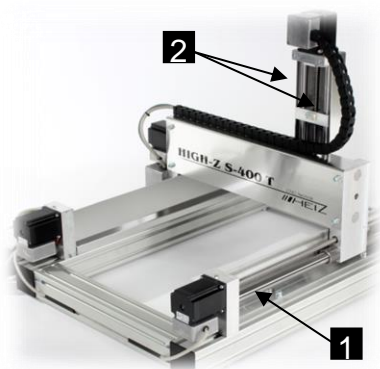

Abb. 28: Linearführungen der X- und Z-Achse
- 2 Linearführungen der X-Achse (Abb. 28 /1) und der Z-Achse (Abb. 28 /2) mit einem Leichtlauföl benetzten Putzlappen **DIN** 61650 einölen oder alternativ das Öl mit einem dafür geeigneten Pinsel aufzutragen.